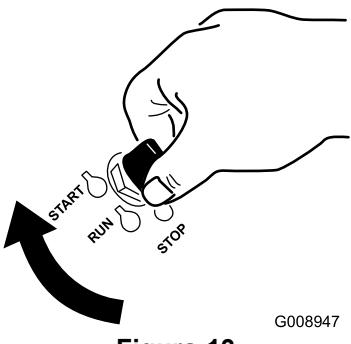

Figura 13
1. Gire la llave de contacto a la posición de Arranque (Figura 13). Cuando el motor arranque, suelte la llave.
7. Gire la llave de contacto a la posición de Arranque (Figura 13). Cuando el motor arranca, suelte la llave.